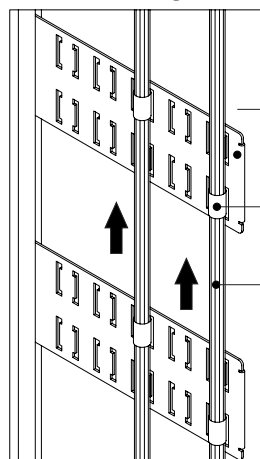

Figura 10D
6. Fije los cordones en los soportes guía de los cables laterales (ítem 6), utilizando el Velcro doble cara, enviando los cordones hasta la salida del Rack (ver figura 10D).